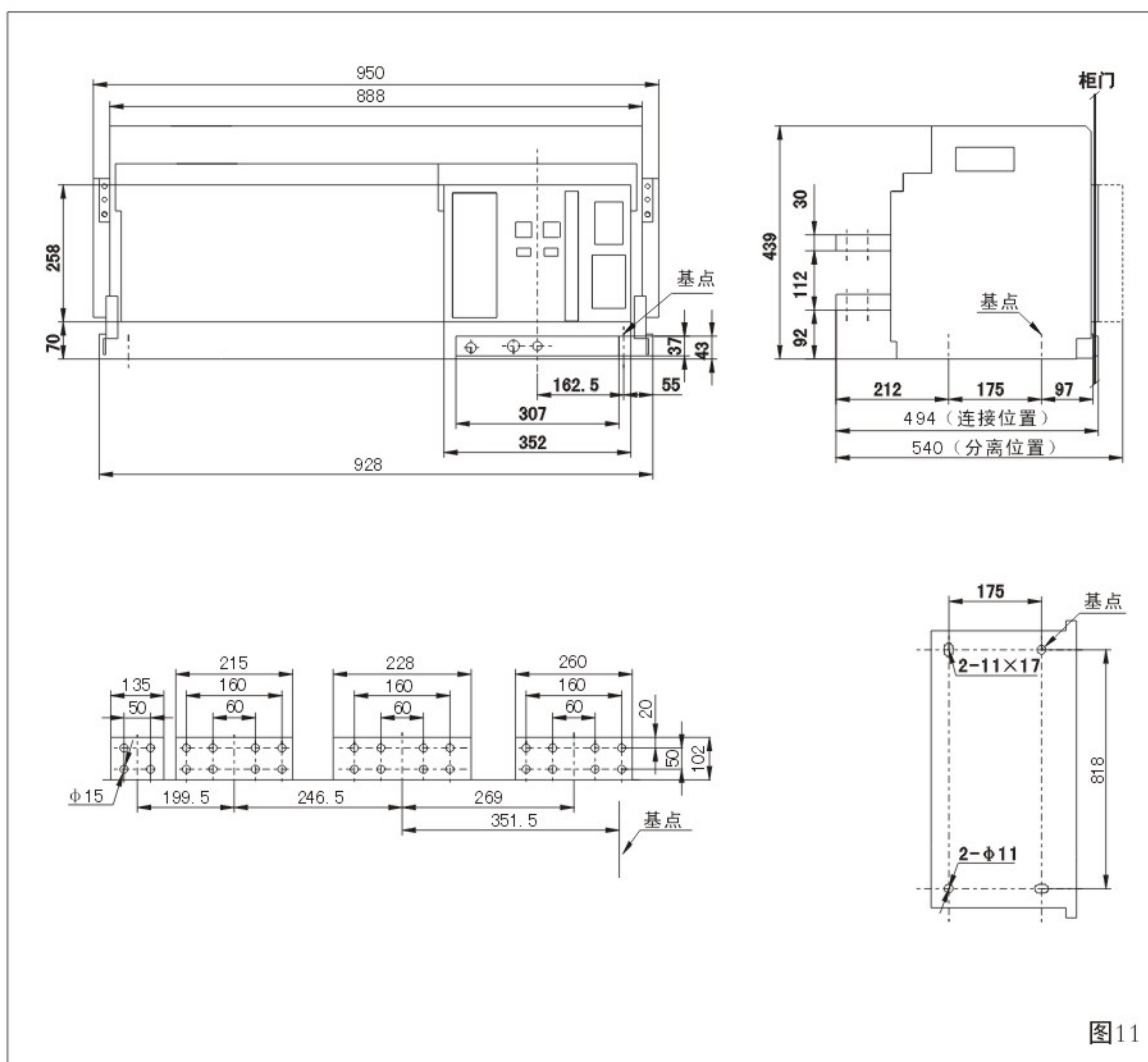

图11
6.5 BYEW1-6300 (5000、6300A) 抽屉式 (四极) 外形及安装尺寸见图11